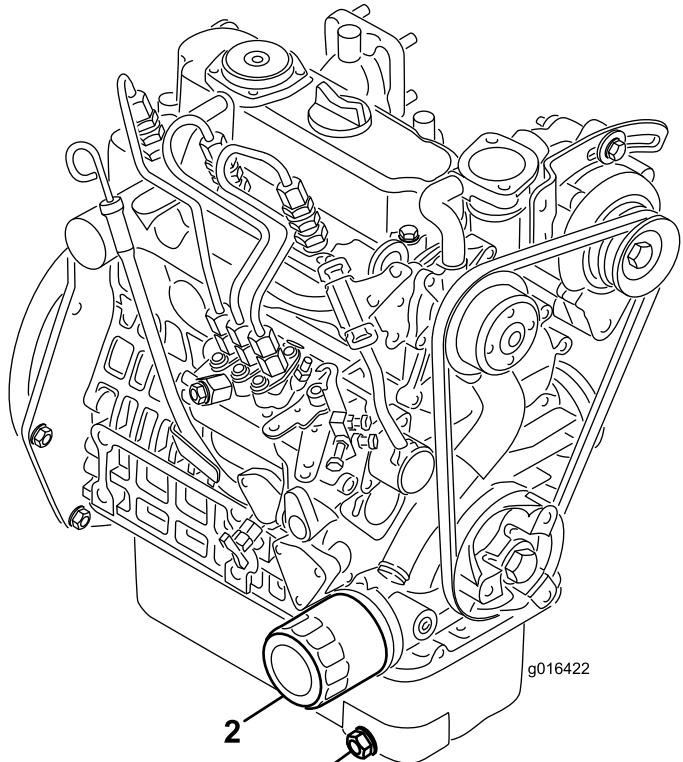

Bild 33
1. Entfernen Sie die Ablassschraube (Bild 33) und lassen Sie das Öl in die Auffangwanne ab. Schrauben Sie die Ablassschraube wieder ein, nachdem das Öl abgelaufen ist.